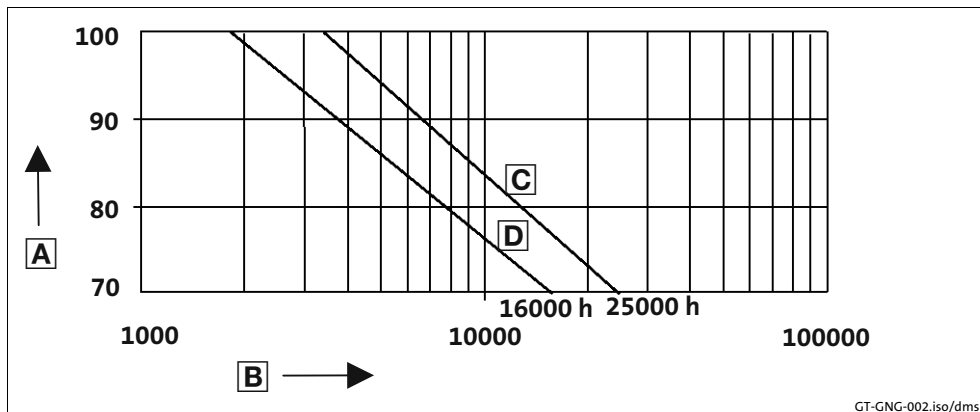

Fig. 13 Graphique sur les lubrifiants
- L'intervalle de remplacement du lubrifiant dépend de la température de l'huile (voir Fig. 13).